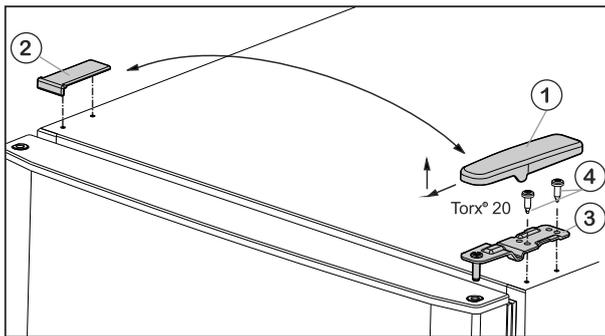

Fig. 6
- ▶ Retirer le cache Fig. 6 (1) par l'avant et le haut.
- ▶ Soulever le cache Fig. 6 (2).
- ▶ Dévisser le support de palier supérieur Fig. 6 (3) (2 fois Torx® 20) Fig. 6 (4) et le retirer par le haut.
- ▶ Placer le support de palier supérieur Fig. 6 (3) sur le nouveau côté de la charnière et dans la porte.
- ▶ Revisser le support de palier **[en appliquant un couple de 4 Nm]** (2 Torx® 20) Fig. 6 (4). Utiliser au besoin une visseuse sans fil.
- ▶ Replacer le cache Fig. 6 (1) du côté opposé par l'extérieur et l'enclencher.
- ▶ Replacer le cache Fig. 6 (2) du côté opposé par le haut et l'enclencher.